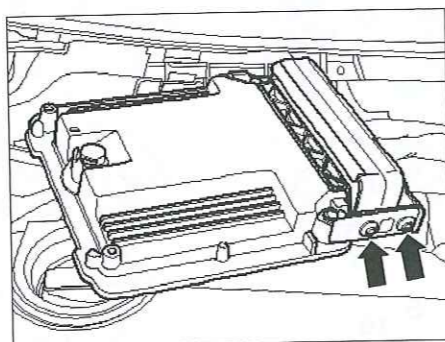

Fig. 26
- Desatornillar los tornillos de rotura con ayuda de unos alicates o de un pequeño punzón (Fig.26).